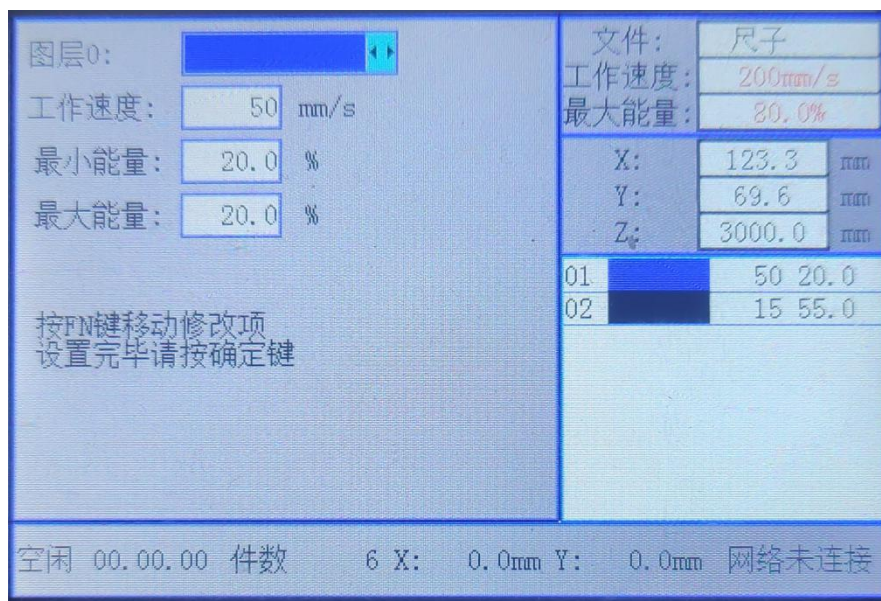

图 6-3
3、再次点击确认按钮，在图层界面修改数据。（最大能量与最小能量为需要的切割功率，保持一致）完成后再次点击确认。如图 6-3